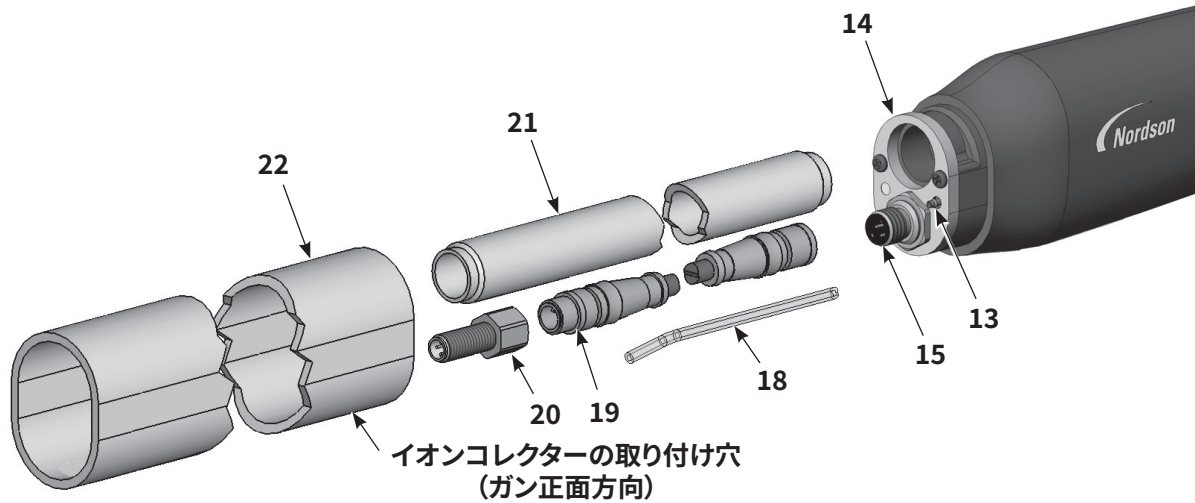
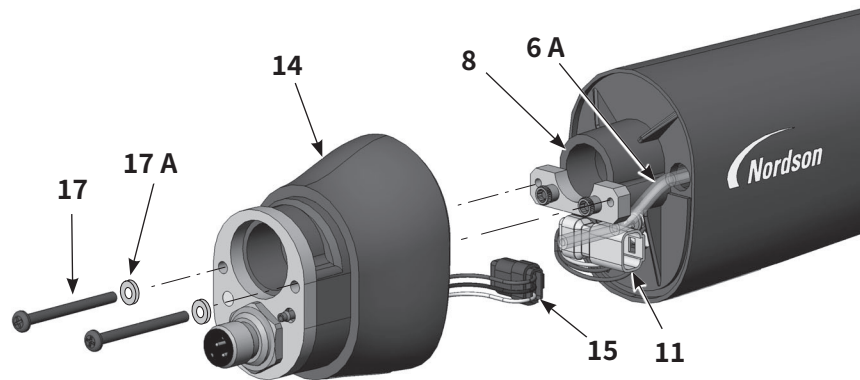
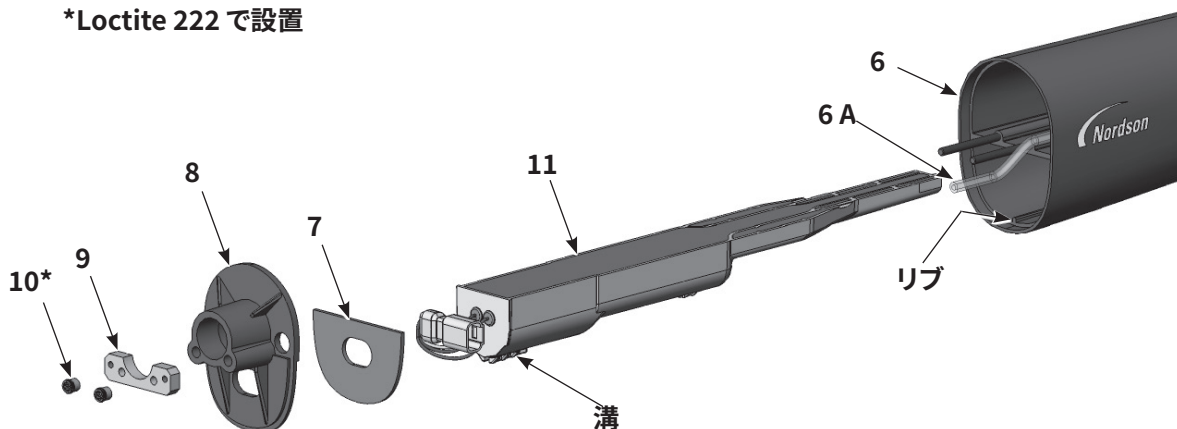

図18 チューブ取り付け式ガンの分解 2/5
図19 チューブ取り付け式ガンの分解 3/5
図20 チューブ取り付け式ガンの分解 4/5
7. 図18を参照。取り付けチューブ(22)を後部のアッセンブリ(14)から引き出し、クランプチューブ(21)に被せます。
12. 図19を参照。2つの六角穴付ボルト(17)とロックワッシャー(17A)をガン本体の後部(14)から取り除きます。
14. 図20を参照。1/8インチのアレンキーで2つのアレンナット(10)とねじ羽子板(9)をバルクヘッド(8)から除去します。バルクヘッドをガン本体(6)から除去し、電源供給ハーネスをバルクヘッドに通します。
1. 図20を参照。ガン本体のリップが電源の溝に収まるようにして電源 (11) をガン本体 (6) に取り付けます。電源をしっかりとガン本体の中に固定します。
2. 電源のハーネスをバルクヘッドの中に通してから、バルクヘッド (8) とねじ羽子板 (9) をガン本体のスタッドの上に取り付けます。アレンナット (10) にねじ山ロック接着剤 Loctite 222 を塗り、ネジ山でナットをスタッドに取り付けます。ナットを 1/8インチのアレンキーで 0.45 Nm (64 inch-ounces) のトルクで締めます。
3. 図19を参照。レセプタクルハーネス (15) を電源供給ハーネス (11) に接続します。ハーネスコネクタ (11、15) を本体後部のアッセンブリの示された位置に挿入します。
4. フィルターアッセンブリチューブ配管 (6A) を本体後部の内部にある止め付き固定具に接続します。ほかにも透明なエアー配管があればガン本体に通し、本体後部のアッセンブリをネジ (17) とロックワッシャー (17A) でバルクヘッドに取り付けます。
5. 図18を参照。クランプチューブ (21) のネジを回して本体後部 (14) に取り付けます。
6. 拡張ケーブル (19) を本体後部のアッセンブリの中のレセプタクルハーネスに接続します。
7. 透明な 4 mm チューブ配管 (18) を本体後部のアッセンブリにある止め付き固定具に接続します。
8. イオンコレクターの穴がガンの正面に向いている状態で取り付けチューブ (22) を配置します。